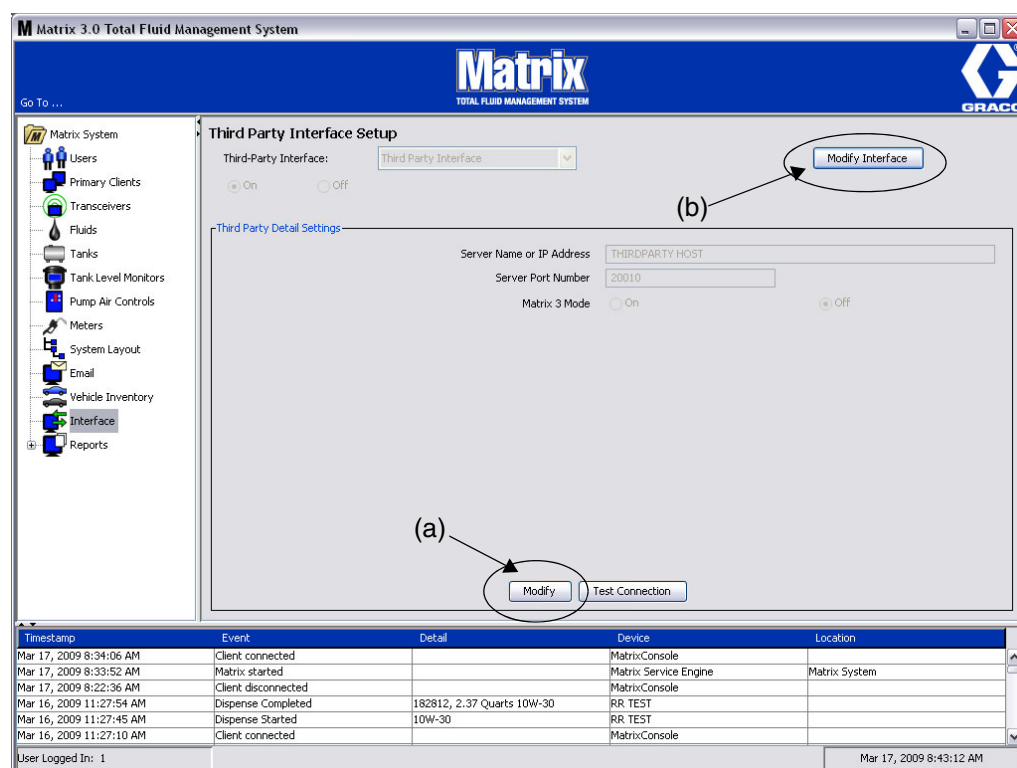
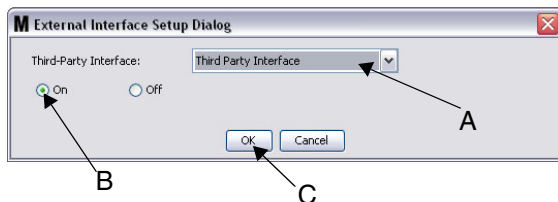

FIG. 162
FIG. 164 Configuratie dialoogvenster van de Externe interface
1. Klik op de knop **Wijzigen** (a) (FIG. 162, pagina 118) om het configuratiedialogvenster voor de externe interface weer te geven.
1. Klik op de knop **Interface wijzigen** (b) (FIG. 162). Het dialoogvenster voor configuratie van de externe interface zoals afgebeeld in FIG. 164 wordt weergegeven. Dit dialoogvenster wordt gebruikt om de interface van derden die u gebruikt nader te specificeren.
2. In het vervolgkeuzemenu (A - FIG. 164) selecteert u Interface van derden.
3. Klik op “**ON**” (B - FIG. 164). De Interface van derden maakt het mogelijk voor Matrix om de interface van derden te gebruiken.
4. Klik op de knop **OK** (C - FIG. 164) om het scherm te sluiten en uw selectie te bevestigen.